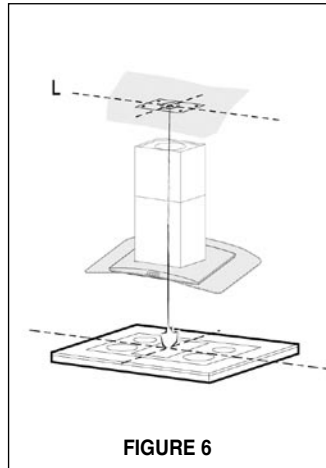

FIGURE 6
3. Un gabarit (L de la FIGURE 6) pour installer le support est fourni avec ce dernier. Utiliser ce gabarit pour marquer les trous du support au plafond.
4. Déterminer et faire toutes les coupes nécessaires pour les conduits. L'ouverture du conduit est illustrée sur le gabarit (L de la FIGURE 6). Installer les conduits avant de fixer le support. Le conduit n'est pas dans le centre exact de la treillis.